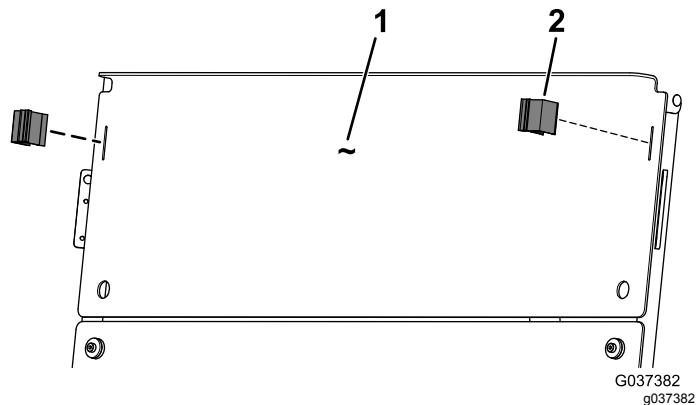

Figura 5
4. Sujete el parabrisas superior a los tubos del toldo con los 2 clips (Figura 5).